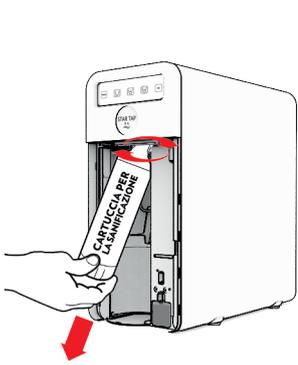

Fig. 2-29
**29.12** - Rimuovere la cartuccia ruotandola in senso antiorario fino alla completa estrazione, vedi Fig. 2-29.